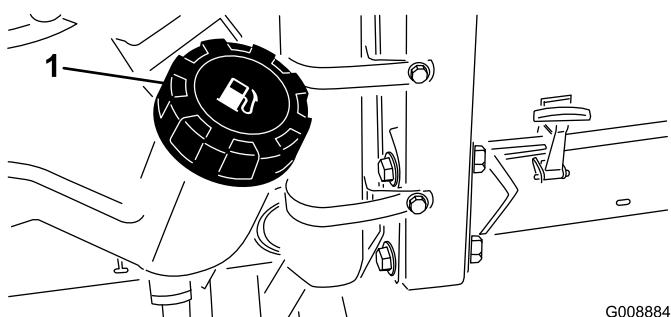

Figura 26
- Limpie la zona alrededor del tapón del depósito de combustible (Figura 26).